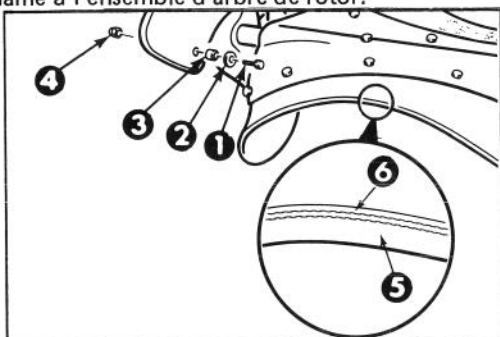

Figure 19
1. DÉMONTAGE DE LA LAME (Fig. 19) — Retirez les 8 écrous de 7/18" (11,1 mm), les 4 rondelles, et les 8 écrous de blocage fixant la lame à l'ensemble d'arbre de rotor.
2. Faites glisser la lame pour la dégager des plaques d'acier et appuyez sur les 8 bagues pour les faire sortir des trous de la lame (Fig. 19).
3. MONTAGE DE LA NOUVELLE LAME — Les lames du rotor sont en caoutchouc laminé. Examinez le rebord de la lame pour vérifier la différence d'épaisseur des couches (Fig. 19). (Certaines lames portent un numéro de pièce inscrit sur le côté épais de la lame).